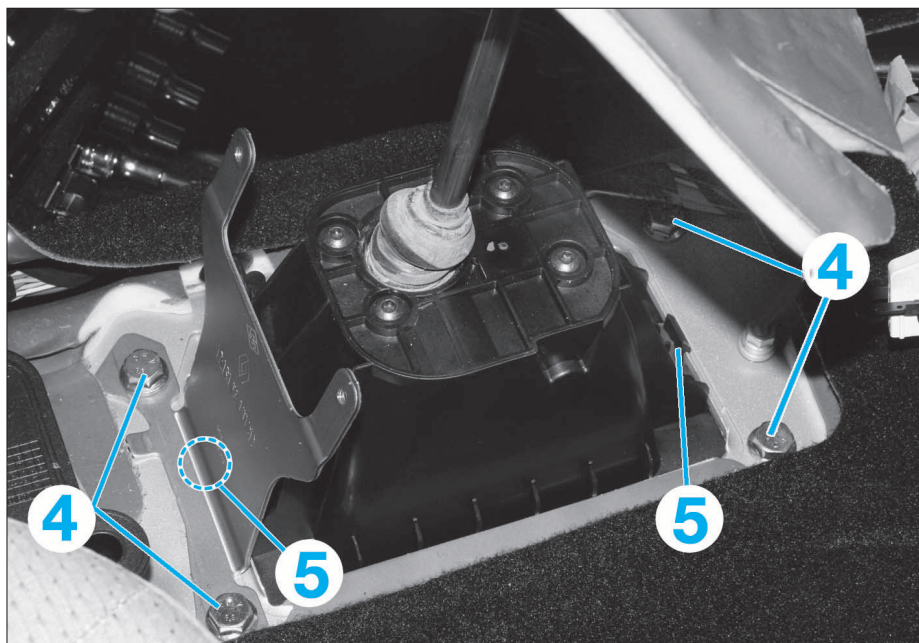

FIG. 13
- Déposer les vis (4) du boîtier de commande de vitesses (Fig.13).
- Déclipser en (5) le boîtier de commande de vitesses du plancher.